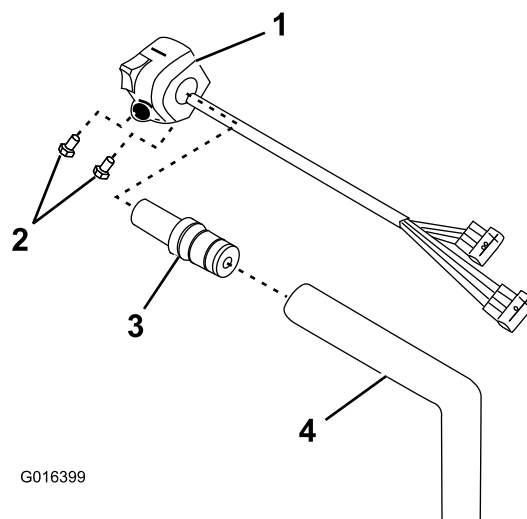

Figura 13
2. Monte el interruptor combinado en el adaptador y sujete el interruptor combinado con los dos 2 pernos suministrados en el kit (Figura 13).